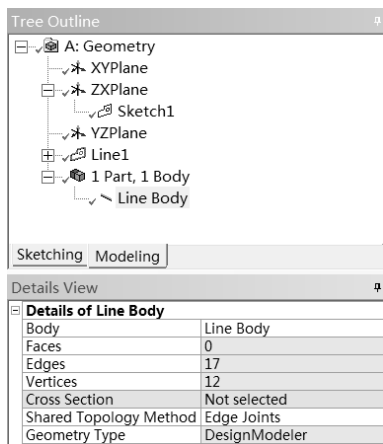

图 2-106 未赋予截面特性
Step10: 选择 1 Part, 1 Body 下面的 Line Body 命令, 如图 2-106 所示, 在下面出现的 Details View 面板中的 Cross Section 栏为黄色, 其中内容为 Not Selected, 表示界面特性未被选择。